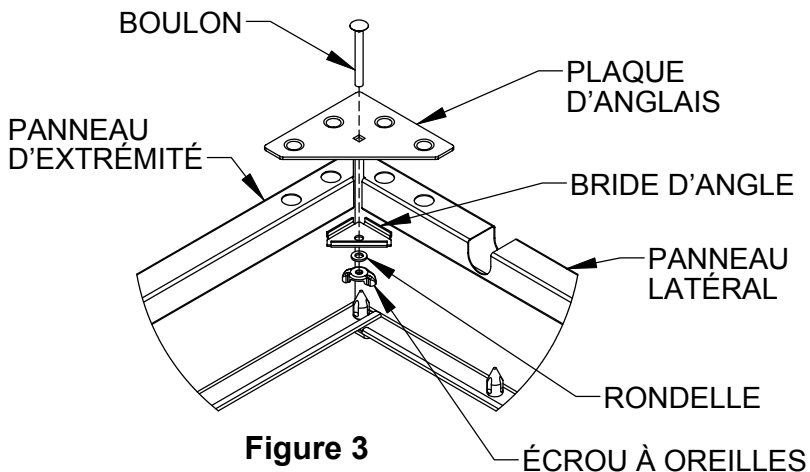

Figure 3
Étape 4 : Aligner les (4) protubérances de la PLAQUE D'ANGLE avec les trous d'angle du PANNEAU LATÉRAL et du PANNEAU D'EXTRÉMITÉ et appuyer fermement dessus pour les mettre en place. Accrocher la BRIDE D'ANGLE sous la lèvre inférieure des panneaux, fixer avec le boulon, la rondelle et l'écrou à oreilles, tel qu'illustré à la Figure 3. Répéter la procédure pour les quatre angles. **Remarque :** Serrer à la main, ne pas utiliser d'outil. Les SUPPORTS DE TÊTE DE LIT optionnels sont fixés selon la méthode décrite à l'étape 4 ci-dessus. Les SUPPORTS DE TÊTE DE LIT remplacent les PLAQUES D'ANGLE à l'extrémité de la tête de lit. Voir Figure 4.